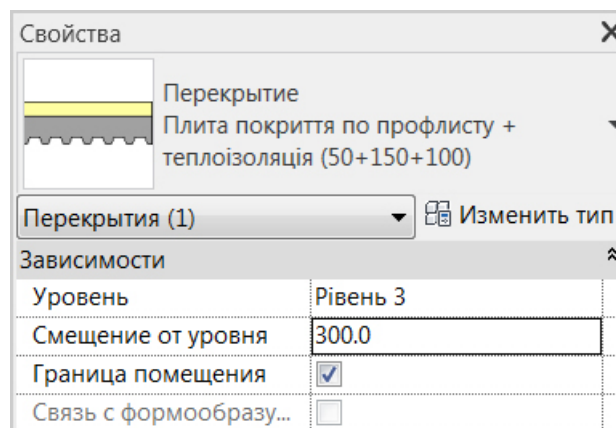

Рис. 9.11
7. Останнім кроком, у вікні властивостей для доданої плити встановлюємо зміщення від рівня + 300 мм (рис. 9.11).